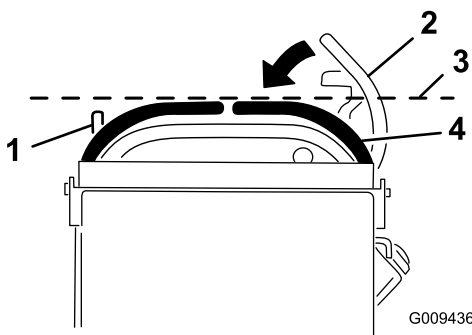

Figura 67
3. Empurre para baixo a alavanca de controlo do movimento do lado direito, para fora da posição de BLOQUEADA EM PONTO MORTO (Figura 67).
4. Verifique se a alavanca de controlo de movimento do lado direito alinha horizontalmente com a alavanca de controlo de movimento do lado esquerdo (Figura 67).